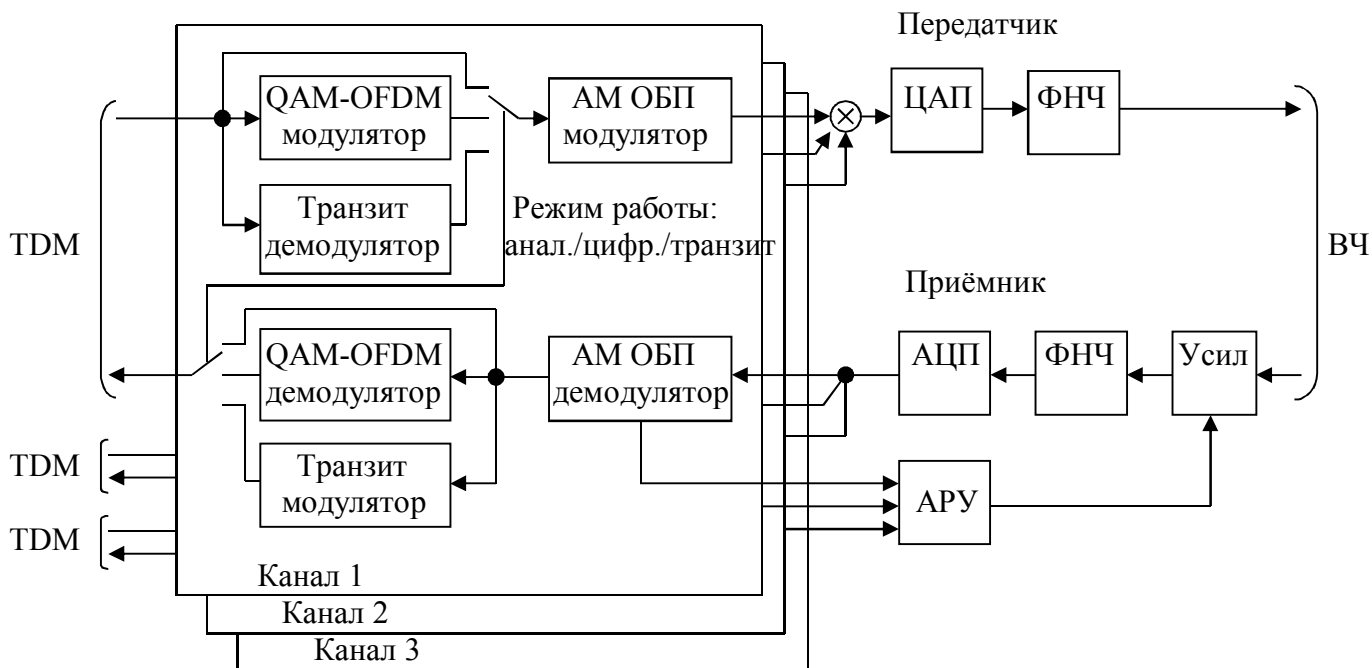

Рис. 6. Структурная схема платы МД02.
2.2.2. Обработка канальных сигналов (рис. 6).